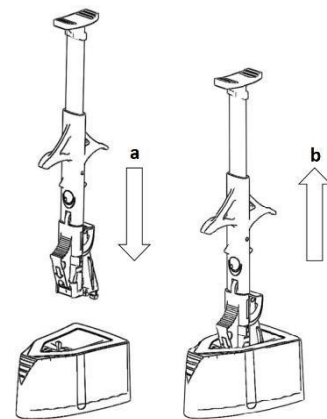

Fig 2.
4. Aligner la flèche du taquet rouge de l'injecteur avec celle du contenant de la LIO pour un positionnement correct. Insérer l'injecteur avec un mouvement vers le bas comme montré sur la Fig. 2/a jusqu'au clic. Retirer l'injecteur comme sur la Fig. 2/b et vérifier que le support de la lentille est chargé dans l'injecteur.